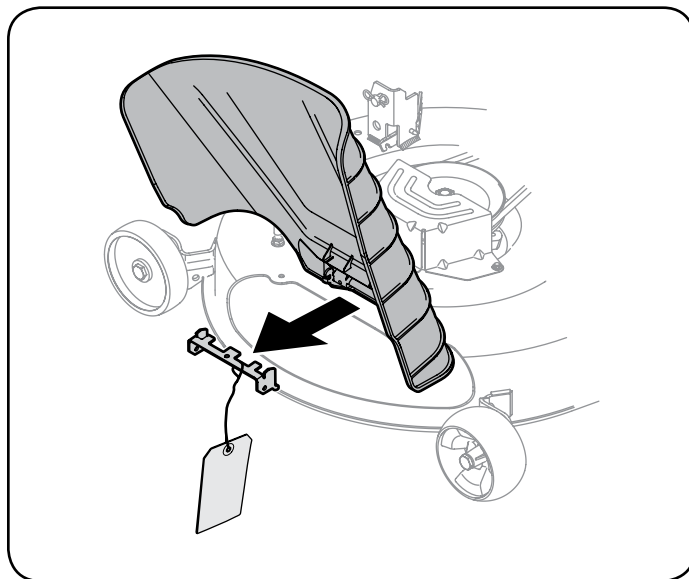

Figura 4
3. Deslice la arandela plana en el tornillo hexagonal. Desde el exterior, inserte el tornillo hexagonal con arandela a través de la ranura de la palanca de control y el agujero del soporte de pivote. Véase la Figura 4. Usando una llave de 1/2 ajustado el tornillo, pero no los apriete completamente.
Revise el equipo de corte para una traba de seguridad que puedan estar llevando a cabo el deflector del canal alcista para el envío. Si la llave está presente, debe ser removido antes de operar el tractor. Sosteniendo el deflector del canal hacia arriba por completo, quite la traba de seguridad. Baje el deflector del canal y deseeche la traba de seguridad. Consulte Figura 4.